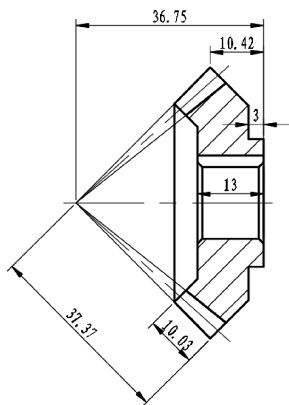

图 14-57 标注无公差线性尺寸
(1) 创建新标注样式。将“尺寸标注”设置为当前图层。单击“默认”选项卡“注释”面板中的“标注样式”按钮，新建“机械制图标注”样式，设置为当前使用的标注样式。
(2) 标注无公差线性尺寸。单击“默认”选项卡“注释”面板中的“线性”按钮，标注图中无公差线性尺寸，如图14-57所示。